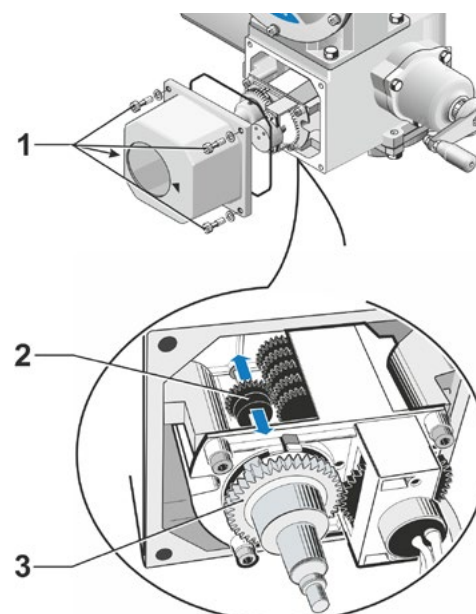

Fig. 3: Innstilling av utvekslingsgirets utveksling
5. Løsne de 4 skruene (fig. 3, pos. 1) fra dekselet på utvekslingsgiret, og ta av dekselet.
og skyv på det skyvbare tannhjulet (fig. 3, pos. 2) slik at tannkransen står overfor ønsket skalaverdi på skalaen.
- Skyv det skyvbare tannhjulet i ønsket retning bare med et lett trykk. Skyvingen av det skyvbare tannhjulet lettes ved at planethjulet (fig.3, pos. 3) beveges litt.